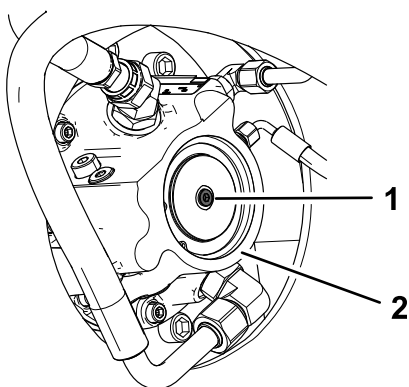

Figure 31
3. Sur chaque moteur d'entraînement, enlevez le bouchon et remplacez-le par une vis (M8-1,25 x 40 mm) et une rondelle (M8 x 16 mm) (Figure 31). Serrez la vis à la main.